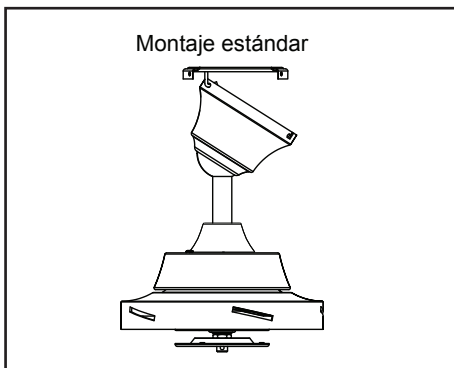

Figura 9
4. Con cuidado alza el ensamblado hacia la placa de montaje del techo y cuelga el ventilador del gancho suministrado usando uno de los orificios en el borde exterior de la cubierta de techo. (Figura 9)
EL GANCHO, COMO SE MUESTRA EN LA FIGURA 9, ES SÓLO PARA SOSTENER EL VENTILADOR MIENTRAS SE CONECTAN LOS CABLES. SI NO CUELGA COMO SE MUESTRA EN LA FIGURA 9, PUEDE ROMPERSE EL GANCHO, Y EL VENTILADOR SE CAERÁ. EL GANCHO TIENE QUE PASAR DE ADENTRO HACIA FUERA DE LA CUBIERTA.